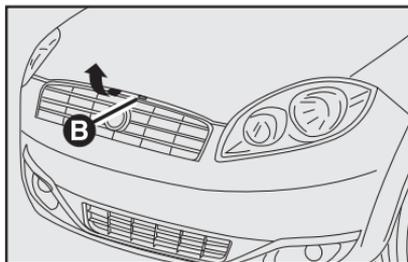

fig. 90
- 2) Tire la traba **B**-fig. 90, ubicada sobre la rejilla frontal, por debajo del capó, como indicado por la flecha.